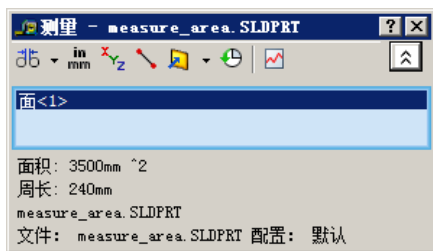

图 4.10.3 “测量-measure_area”对话框
Step4. 查看测量结果。完成上步操作后,在图形区和图 4.10.3 所示的“测量-measure_area”对话框中均会显示测量的结果。